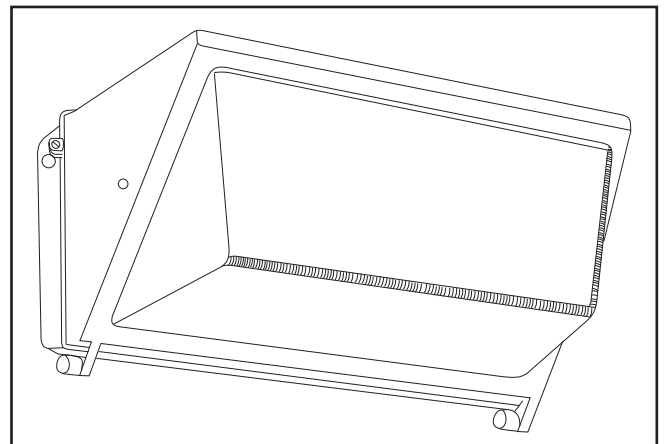
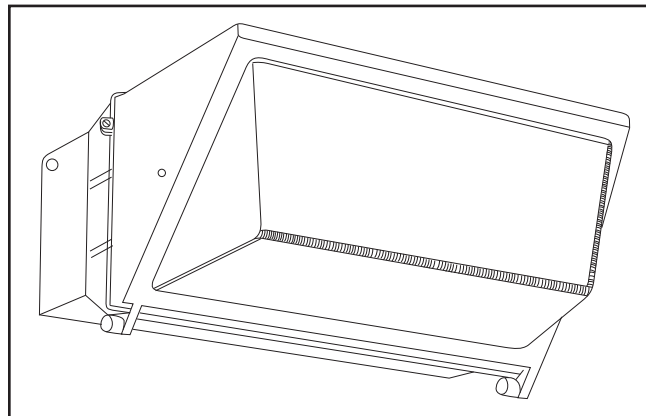

Figura 1. WPLLED100
Figura 2. WPLLED125
1. Abra la luminaria aflojando los dos tornillos resistentes a los golpes con la broca Torx T-20 (incluida) en la parte lateral y retire la unidad de la puerta de vidrio. Retire los tapones de drenaje (Figura 1. - Figura 2.)